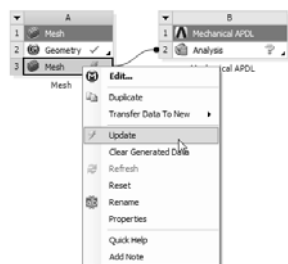

图 4-24 更新 A3 栏数据
2) 选中分析项目 A 的 A3 栏，单击鼠标右键，在弹出的快捷菜单中选择【Update】命令更新 A3 栏的输出数据，如图 4-24 所示。